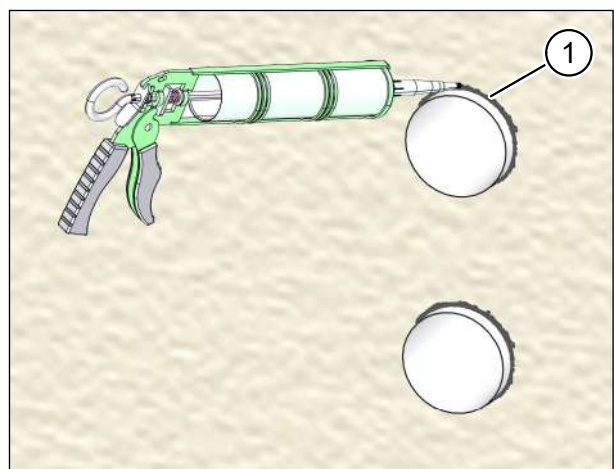

Abb. 44: Lüftungsrohre an der Außenwand abdichten
- ▶ Fasen Sie beide Rohrdurchbruchkanten (Pos. 1 in Abb. 44) mit ca. 5 x 45° ab, um einen Freiraum für die Dichtungsfugen mit dauerelastischem Dichtstoff zu schaffen.